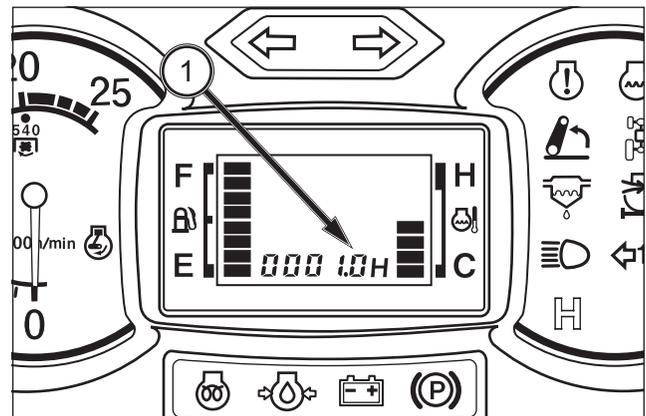

FIG. 43
**FIG. 43 :** Le compteur horaire du moteur (1) permet de mieux déterminer les intervalles d'entretien du tracteur. Le chiffre à l'extrême droite indique les 1/10 d'heure.